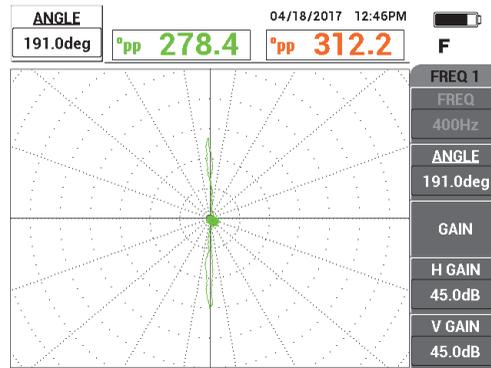

Figura 5-195 Regolazione della fase del segnale
4. Premere il tasto **ANGLE** () e in seguito ruotare il segnale fino a quando il segnale passante risulta verticale sulla schermata dello strumento (vedere Figura 5-195 a pagina 280).